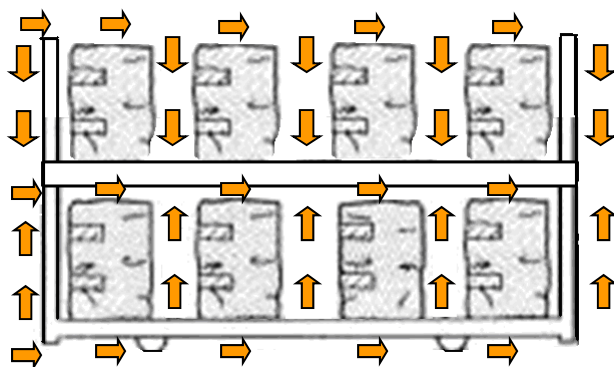

Figura 2
2. Asegúrese que haya suficiente espacio entre cada envoltura para que corra un mejor flujo de aire Figura 2.